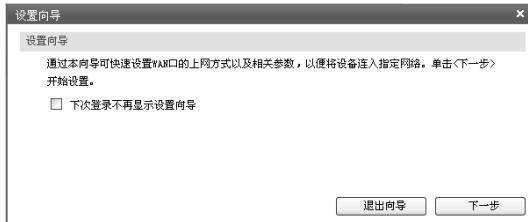

图4-4 设置向导
3. 成功登录后会进入设置向导界面, 如图4-4所示。以下设置以多WAN口企业VPN路由器TL-R4238为例, 部分型号的配置界面可能会略有不同, 请以实际产品为准。单击“下一步”, 开始设置。